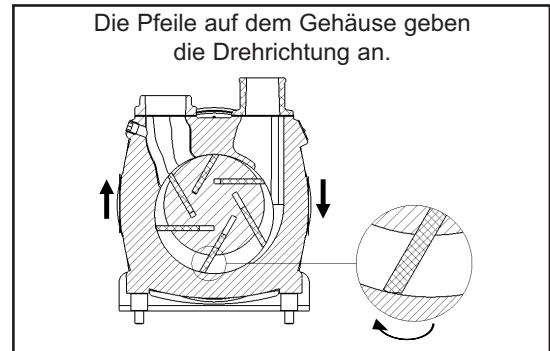

Abb. 14
6. Wenn Sie die Flügel auswechseln, müssen Sie sicherstellen, dass sie richtig in den Ausnehmungen des Rotors sitzen (siehe Abb. 14). Der Winkel der Flügelspitze muss der Pfeilrichtung auf dem Gehäusekern entsprechen.